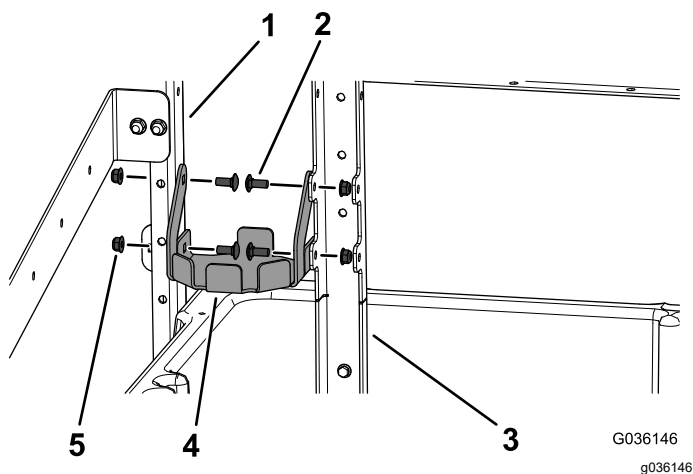

Bild 9
8. Befestigen Sie die Befestigung für den Feuerlöscher mit vier Schlossschrauben (5/16" x 3/4") und vier Bundmuttern (5/16") an der aufrechten Rahmenhalterung an der Seite und der aufrechten Halterung vorne, wie in **Bild 9** abgebildet.